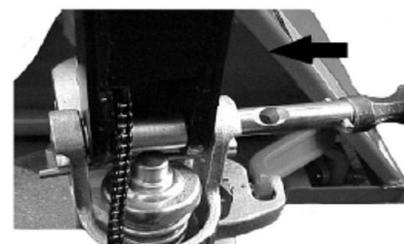

Fig. 6: Assemblaggio dell'asse
a) inserire il braccio del timone (1) nel pistone della pompa, poi, con l'ausilio di un martello, inserire l'asse con il foro nella pompa idraulica e nel braccio del timone da destra verso sinistra (Fig. 6).